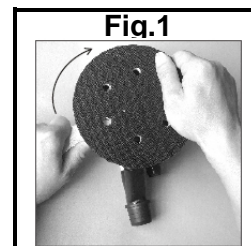

Fig.1
3. Vissez le disque de abrasif à la main dans le filetage intérieur du bloc de palier (no. 21) dans le sens des aiguilles d'une montre. Utilisez la clé spéciale fournie (fig.1) pour bloquer l'arbre en ce faisant.
2. Démontez le disque abrasif du bloc de palier (no.21) en le tournant dans le sens inverse des aiguilles d'une montre. Utilisez la clé spéciale fournie (fig.1) pour bloquer l'arbre.